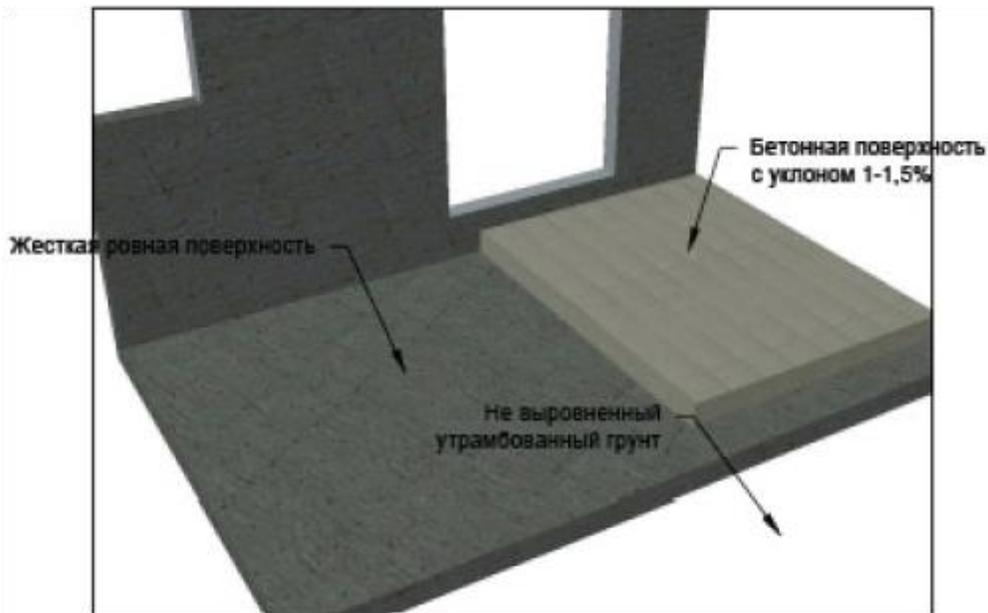

Рис.1
Бетонное основание должно иметь уклон 1,0-1,5% для отвода воды и предотвращения образования повышенной влажности под настилом, способной привести к порче покрытия. В остальном бетонное основание не требует никакой дополнительной подготовки Рис. 1
Для установки каркасного основания, способного нести существенную нагрузку (от 1000 кг/м2), рекомендуется использовать металлическую квадратную трубу размером не менее 80x80мм, либо деревянный брус не менее 100x100мм. Расстояние между несущими ригелями «С» рис.1 не должно превышать 800 мм при применении алюминиевых лаг и не более 500мм. при использовании любых других.
*При любом виде основания, кроме регулируемых опор, монтаж лаги необходимо осуществлять с использованием оцинкованной перфорированной металлической ленты (Рис. 1.). Крепежные элементы должны располагаться таким образом, чтобы после монтажа профилей из ДПК, монтажные лаги могли беспрепятственно расширяться. Такой способ крепления позволит избежать коробления настила при линейном расширении лаги.*